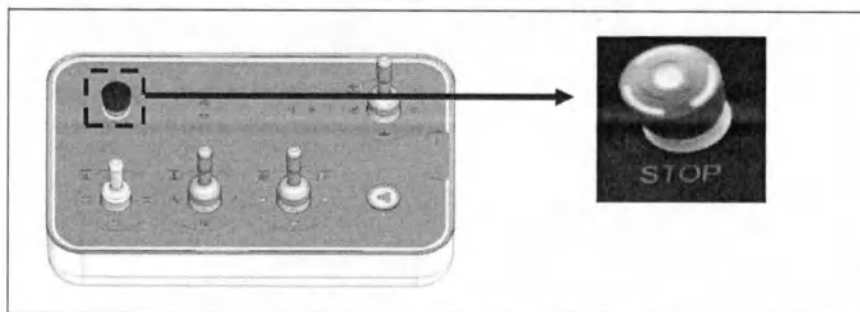

Рисунок 2.8.39 – Аварийная кнопка на главном пульте управления и вспомогательном пульте в помещении (опция)
- одна расположена на панели управления (рисунок 2.8.39).